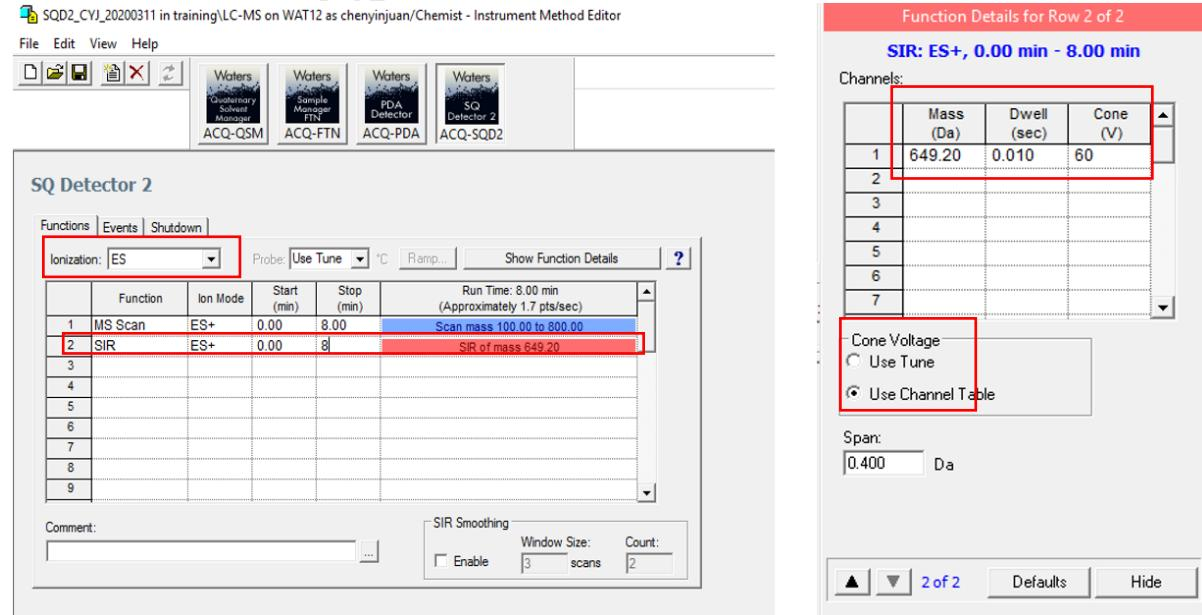

图6-28
(2) SIR Scan 有明确目标物 (图6-28)。
点击Show Function Details, 弹出图6-28右侧对话框, Channels-设置Mass (Da), 即目标离子质荷比, Cone Voltage选择Use Tune; Span:0.4-0.6